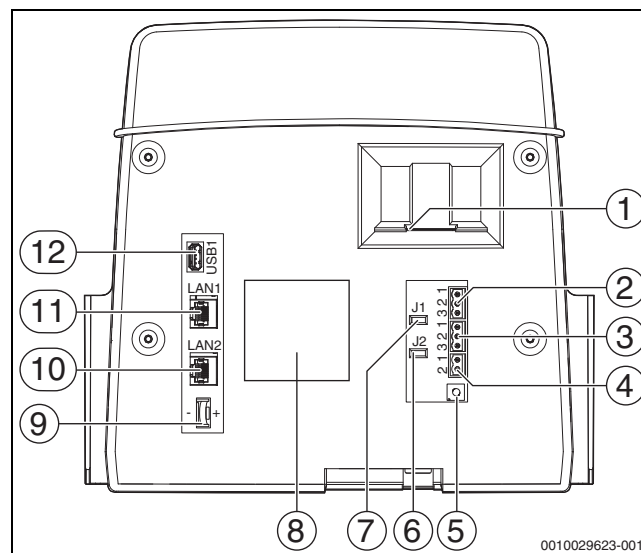

Bild 4 Anschlüsse Bedieneinheit
Die Batterie (auf der Rückseite der Bedieneinheit) stellt sicher, dass bei ausgeschaltetem Regelgerät oder bei Spannungsausfall Uhrzeit und Datum erhalten bleiben (→ Bild 4, [9], Seite 9).
Für Wärmeerzeuger (z. B. BHKW), die über den Modbus-RTU angeschlossen werden (→ Bild 4, [3], Seite 9):
- ▶ BHKW am Anschluss Modbus-RTU (→ Bild 4, [3], Seite 9) anschließen.
Der Abschlusswiderstand (J2) (→ Bild 4, [6], Seite 9) ist im Auslieferungszustand geschlossen (gesteckt = aktiviert).